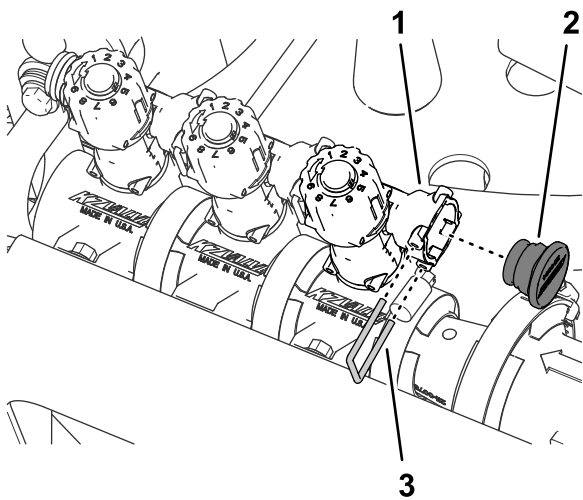

図 67
8. バイパスバルブのクイックコネクティングソケットに、プラグを組み付ける 図 67。
9. ステップ 3 図 67 で外したリテーナを使用して、プラグをクイックコネクソケットに固定する。